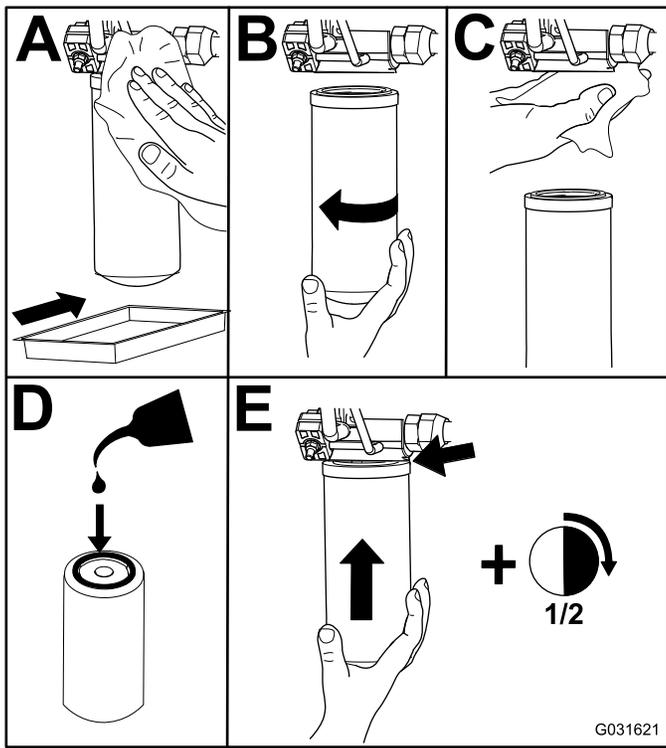

Figura 103
2. Sostituite i filtri idraulici (Figura 103).